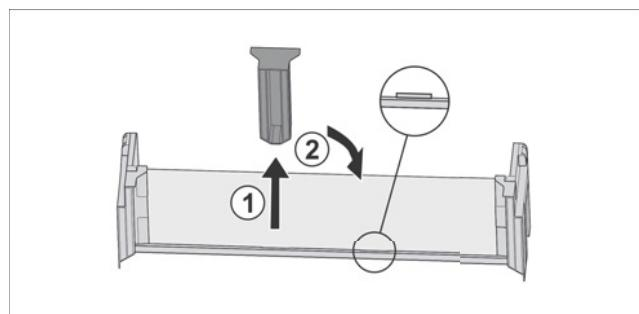

Fig. 20
- Снимите среднюю поддерживающую деталь Fig. 20 (1).
- Вставьте среднюю поддерживающую деталь во вторую позицию Fig. 20 (2).